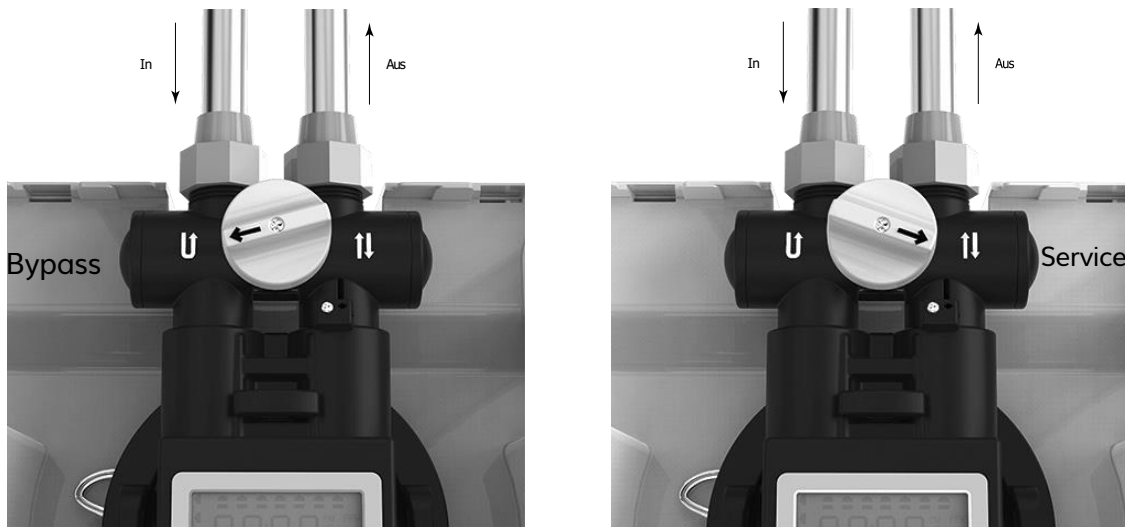

Abbildung 1
Der Enthärter ist mit einem Bypassventil ausgestattet (Abb. 1). Mit dem Bypassventil können Sie den Enthärter im Falle einer Fehlfunktion oder eines Lecks abschalten. Außerdem ermöglicht es die Verwendung von unbehandeltem Wasser zur Bewässerung von Pflanzen.
Das Bypassventil befindet sich in der Hauptsteuerventilbaugruppe. Um auf die Bypassfunktion umzuschalten, drehen Sie den Ventilgriff in die Position „Bypass“  (Abb. 1). Das Wasser gelangt dann unbehandelt am Enthärter vorbei in das Haus. Um zu verhindern, dass unbehandeltes Wasser in das Haus gelangt, sollten Sie das Wasser im Haus nicht verwenden, wenn sich der Enthärter im Bypass-Modus befindet. Vergessen Sie nicht, den Enthärter nach der Reparatur des Geräts oder der Verwendung von unbehandeltem Wasser wieder in den Normalbetrieb (Filtration) zu schalten, indem Sie den Knopf in die Position „Service“  (Abb. 1) drehen.
- Stellen Sie sicher, dass sich das Enthärtungsventil in der Position „Bypass“ befindet (siehe Abb. 1). Schalten Sie die Wasserversorgung ein.
Bewegen Sie das Ventil langsam in die Position „Service“ (siehe Abb. 1), um Wasserschläge zu vermeiden, und füllen Sie den Enthärter langsam.